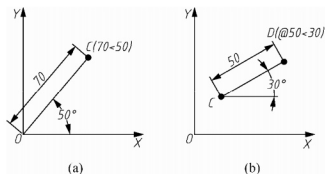

图 1-35 极坐标输入法
(1) 绝对极坐标: 点与坐标原点连线的长度为 ρ , 该线与 X 轴正向夹角为 θ , 该点的命令行输入方式为: $\rho<\theta$ 。如图 1-35(a)中的点 C, 指定该点时, 命令行应输入: $70<50$ 。
(2) 相对极坐标: 是指后一个点与前一个点的连线长度为 ρ , 该线与 X 轴正向夹角为 θ , 该点的命令行输入方式为: $@\rho<\theta$ 。如图 1-35(b)中的点 D, $DC=50$ 、 $\theta=30$, 需要指定 D 点时, 命令行应输入: $@50<30$ 。